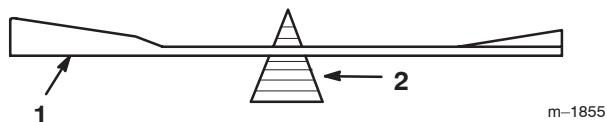

Figure 47
2. Vérifiez l'équilibre de la lame en la plaçant sur un équilibrage (Fig. 47). Si la lame reste horizontale, elle est équilibrée et peut être utilisée. Si la lame est déséquilibrée, limez un peu l'extrémité de la partie incurvée seulement (Fig. 45). Répétez la procédure jusqu'à ce que la lame soit équilibrée.